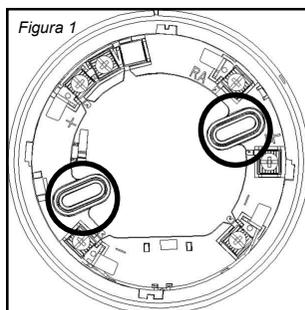

Figura 1
- 2) Installare la base nella posizione desiderata inserendo le viti nei fori indicati in figura 1.